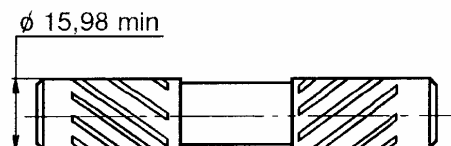

Рис.12.
5.2.6 Ось сателлитов - 2101-2403060, рис.12.